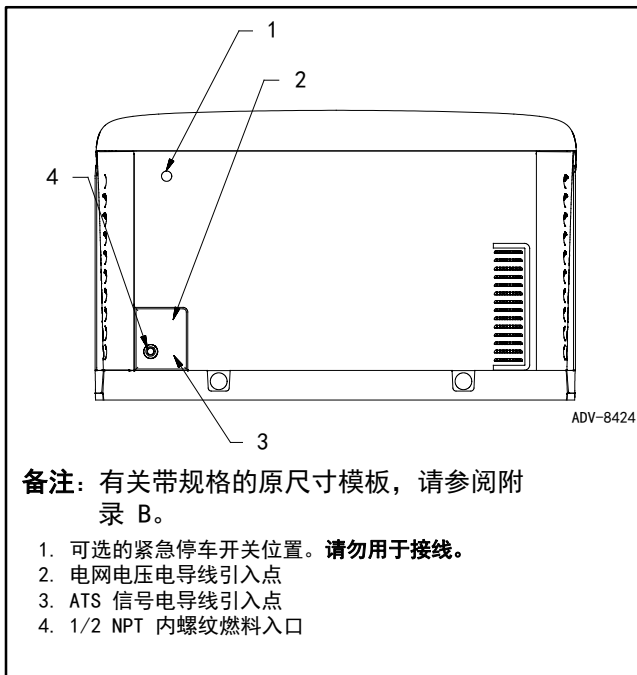

图 1-16 电导线引入位置
在外壳上钻孔以便在图 1-16 所示位置走线。附录中印有孔位置的原尺寸规格模板。B 请参阅第 57 页。
1. 为导管附件钻孔。有关推荐的电气入口位置，请参阅图 1-16 和附录 B。将电缆穿过开口。